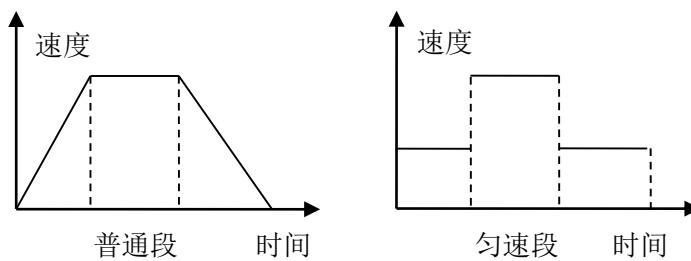

图 7-6 PT 模式匀速段类型
- `PT_SEGMENT EVEN` 表示匀速段，FIFO 中各段的段内速度保持不变，段内速度=段内位移/段内时间。如图 7-6 所示。